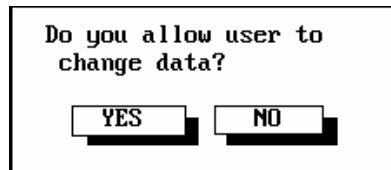

Figura 6-15. Caixa de diálogo de Verificação de Mudança de Dados.
4. Pressione **No** quando a caixa de diálogo de Verificação de Mudança de Dados aparecer como na Figura 6-15.